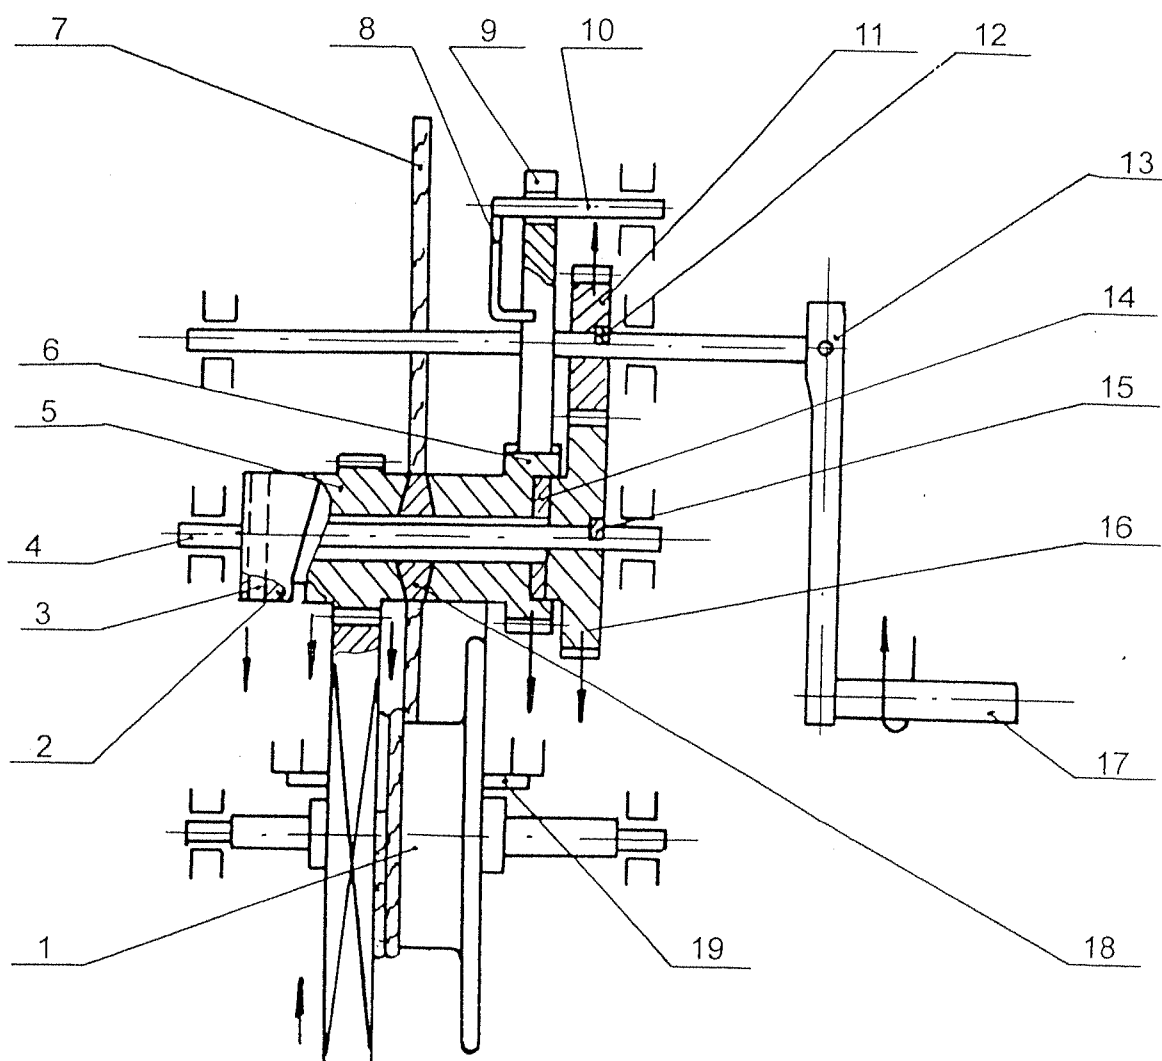
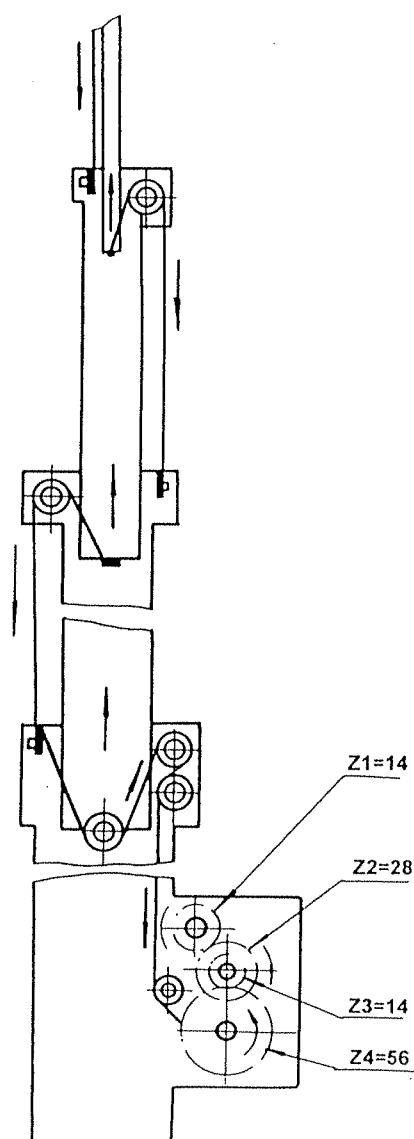
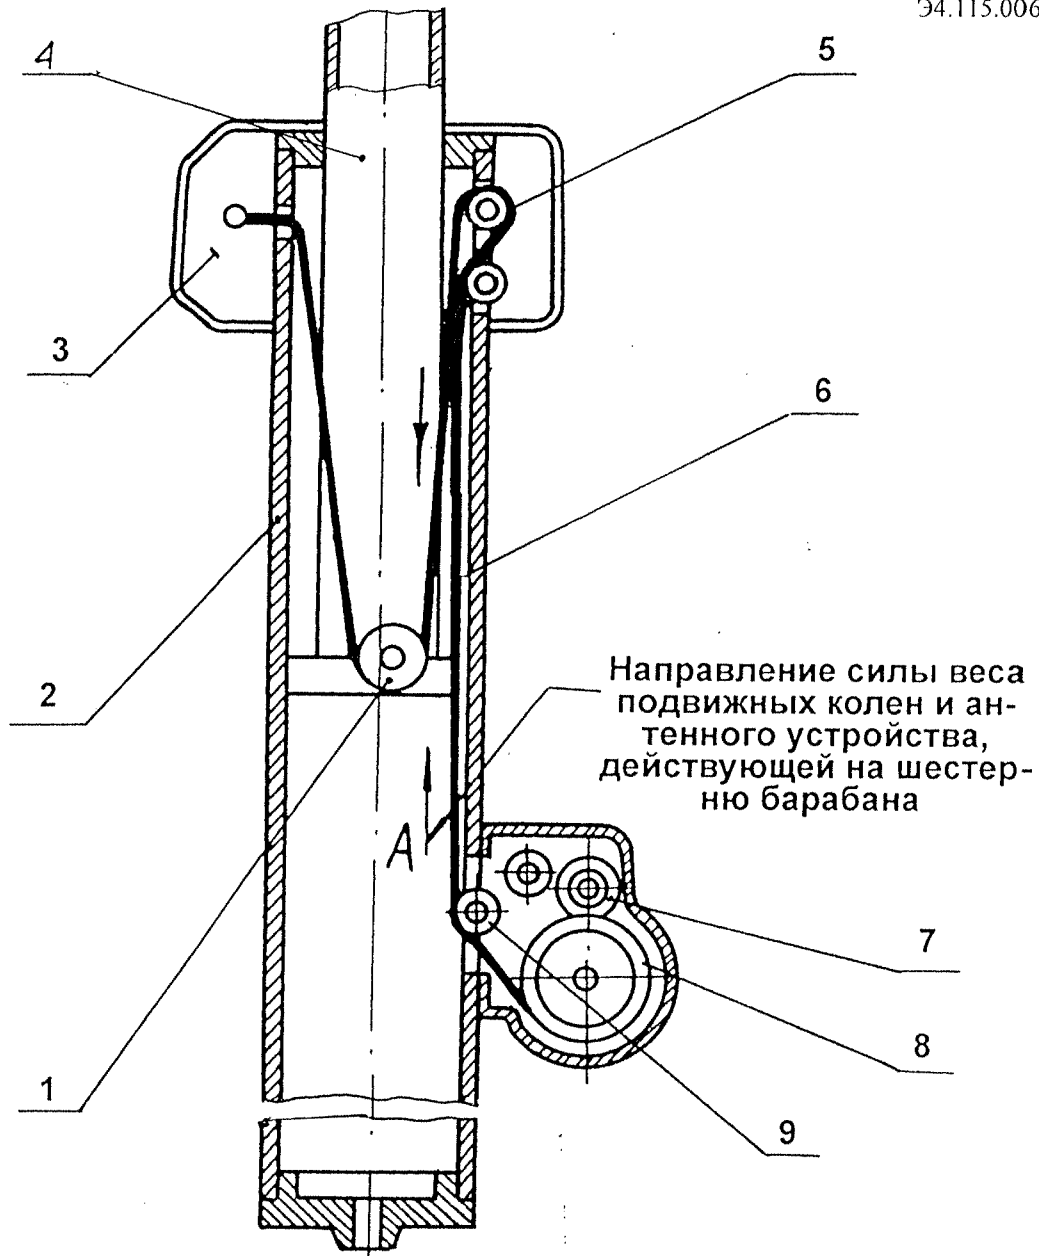
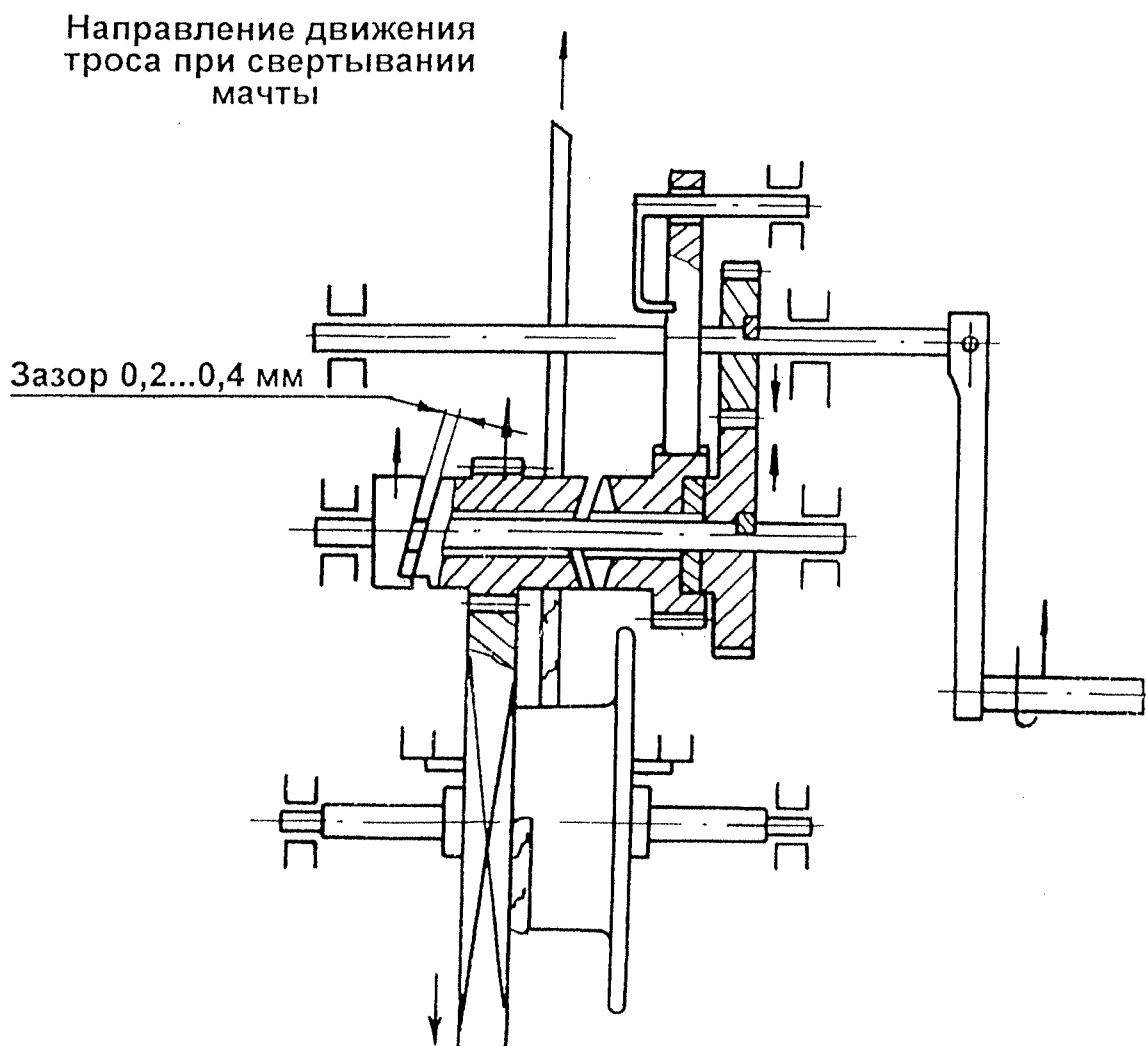

Рис.9. Схема механизма лебедки.
Рис.11. Кинематическая схема телескопической мачты.
Рис.12 Схема соединения троса второго колена с первым коленом и барабаном лебедки.
Рис.13. Схема механизма лебедки (стрелки показывают направление движения при свертывании мачты).
Механизм лебедки, схема которого приведена на рис.9, состоит из следующих основных частей:
- шестерни (см. рис. 9), которая составляет одно целое с барабаном 1, на который наматывается трос;
При развертывании мачты рукоятка 17 вращается по часовой стрелке (см. рис. 9), при этом шестерня 11 передает вращение шестерне 16 и специальной гайке 2, которая жестко закреплена на оси 4 с шестерней 16. Так как в специальной гайке на
В результате получается одновременный подъем всех колев (рис. 11). Собачка 9 (см. рис. 9) при развертывании мачты постоянно соприкасается с зубьями храпового колеса 6, вследствие чего в механизме лебедки прослушиваются характерные щелчки.
Если при разворачивании мачты прекратить вращение рукоятки, то усилие, прикладываемое к рычагу лебедки и передаваемое на шестерню 5 заменит сила, состоящая из веса поднимаемой части мачты и веса антенного устройства. Эта сила будет действовать на зубья шестерни барабана 1 по стрелке «А» (рис. 12) и не позволит шестерни 5 (см. рис. 9) выключиться из фрикционного зацепления. Так как храповое колесо 6 будет зажато, то оно не даст возможности поворачиваться фрикционному тормозу благодаря собачке 9 (см. рис. 9), которая упрется во впадину храпового колеса 6, и механизм лебедки вращаться не будет.
Если при развертывании мачты прекратить вращение рукоятки, то усилие, прикладываемое к рычагу лебедки и передаваемое на шестерню 5 заменит сила, состоящая из веса поднимаемой части мачты и веса антенного устройства. Эта сила будет действовать на зубья шестерни барабана 1 по стрелке «А» (рис. 12) и не позволит шестерни 5 (см. рис. 9) выключиться из фрикционного зацепления. Так как храповое колесо 6 будет зажато, то оно не даст возможности поворачиваться фрикционному тормозу благодаря собачке 9 (см. рис. 9), которая упрется во впадину храпового колеса 6, и механизм лебедки вращаться не будет.
При свертывании мачты рукоятка 17 (см. рис. 9) вращается против часовой стрелки, вследствие этого весь механизм вращается в сторону, противоположную указанной стрелками. Специальная гайка 2 вершиной своего винтового выступа подходит к срезу винтовой впадины на шестерне 5. Между специальной гайкой 2 и шестерней 5 создается зазор величиной $0,2...0,4$ мм (рис. 13).
Так как шестерня 5 (см. рис. 9) сидит свободно на оси 4, то она передвинется влево по этой оси и фрикционное сцепление прекратится. Шестерня 5 начнет вращать шестерню с барабаном 1. С последнего будет сматываться трос. Одновременно с этим под действием собственного веса всех подвижных коленьев и антенного устройства коленья начнут входить одно в другое до тех пор, пока не сойдутся хомуты на них. После схождения хомутов вращение рукоятки прекратить. Палец 19, перемещаясь в пазу барабана 1, упирается в выступы корпуса и ограничивает вращение рукоятки при свертывании мачты. После того, как мачта будет полностью свернута, дальнейшее вращение рукоятки против часовой стрелки станет невозможным. Это устраняет возможность запутывания троса лебедки.
Если при свертывании мачты прекратить вращение рукоятки, то сила «А» (см. рис.12), действующая на трос при развертывании и свертывании мачты в одну и ту же сторону, заставит весь механизм лебедки поворачиваться в обратную сторону. Благодаря давлению зубьев шестерни барабана 1 (см. рис. 9) на зубья шестерни 5, последняя под действием винтового выступа сдвинется вправо и получится фрикционное соединение. Собачка 9, упираясь на впадину храпового колеса 6, не даст возможности поворачиваться всему фрикционному тормозу, и механизм лебедки вращаться не будет. В результате этого самостоятельного опускания мачты не произойдет.